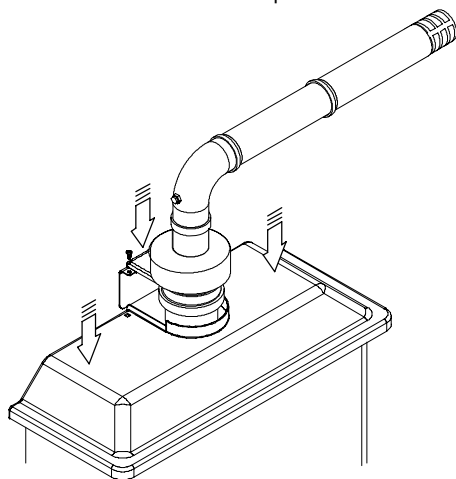

fig. 5.37
- Posizionare e bloccare con le viti il riparo posteriore ferma tettuccio (fig. 5.37).